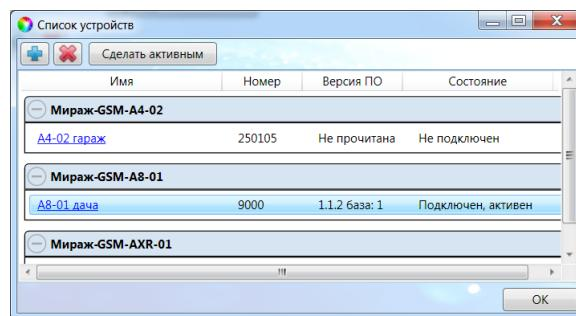

Рис. 6.1. Окно Список устройств
2. В открывшемся окне *Список устройств* выделите строку необходимого контроллера и нажмите кнопку *OK* (рис. 6.1).